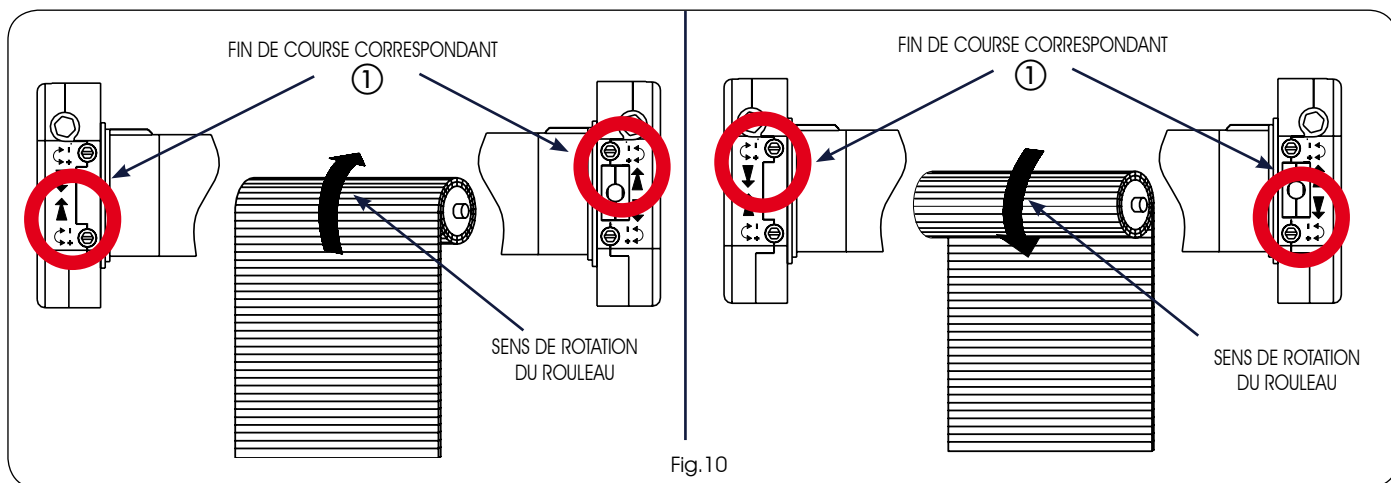

Fig.10
- 2) Avec l'outil de réglage (Fig.1 réf.⑤), tourner la vis du fin de course correspondant au sens de rotation de descente du rouleau (Fig.10 réf.①), vers le signe plus (+) pour augmenter la course du rideau à enroulement, vers le signe moins (-) pour la diminuer.